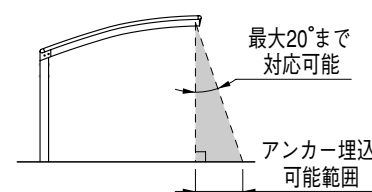

図2-2
- アンカー埋込みは、最大20°までの間で行ってください。(図2-2)